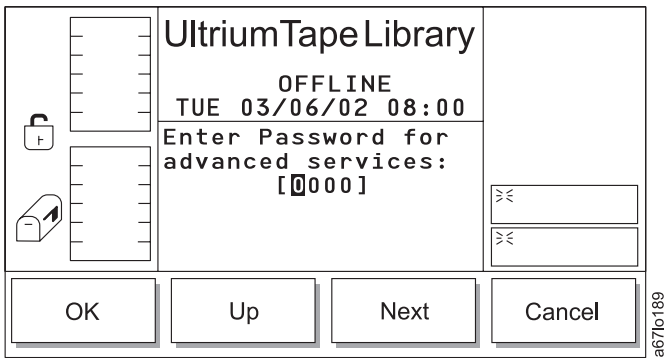

Abbildung 162. Dialog für Kennworteingabe
- Wird **Normal/Advanced** ausgewählt, wird die Serviceart **Advanced** angezeigt. Wählen Sie **OK** aus, um den Dialog für Kennworteingabe aufzurufen (siehe Abb. 162 auf Seite 176).
Wird im Startdialog **Advanced** ausgewählt, erscheint der Dialog für Kennworteingabe (siehe Abb. 162). Mit dieser Option kann der Kundendienst die Seriennummer des Kassettenarchivs neu eingeben, wenn die Haupt-Controller-Platine ausgetauscht wird. Das Kennwort kann Ihnen der Kundendienst mitteilen.
Tabelle 111. Übersetzung von Abb. 162, Dialog für Kennworteingabe